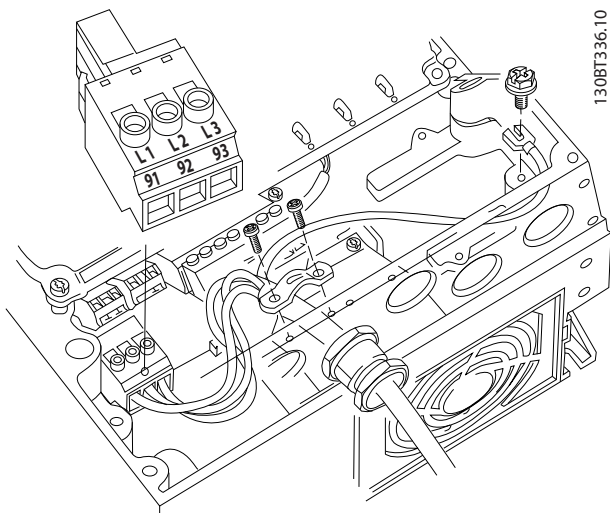

Abbildung 4.9 Netzanschluss
1. Schließen Sie die 3 Phasen des Netzeingangs an die Klemmen L1, L2 und L3 an (siehe Abbildung 4.9).